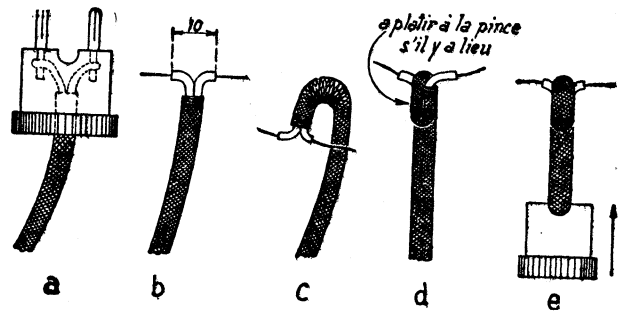

Figure 2
deux fils suivant la figure 2 a et... on sait ce que cela donne quand on tire le fil au lieu de la fiche.
- dénuder les deux fils suivant la figure 2 b en laissant 10 mm de fil à fil.